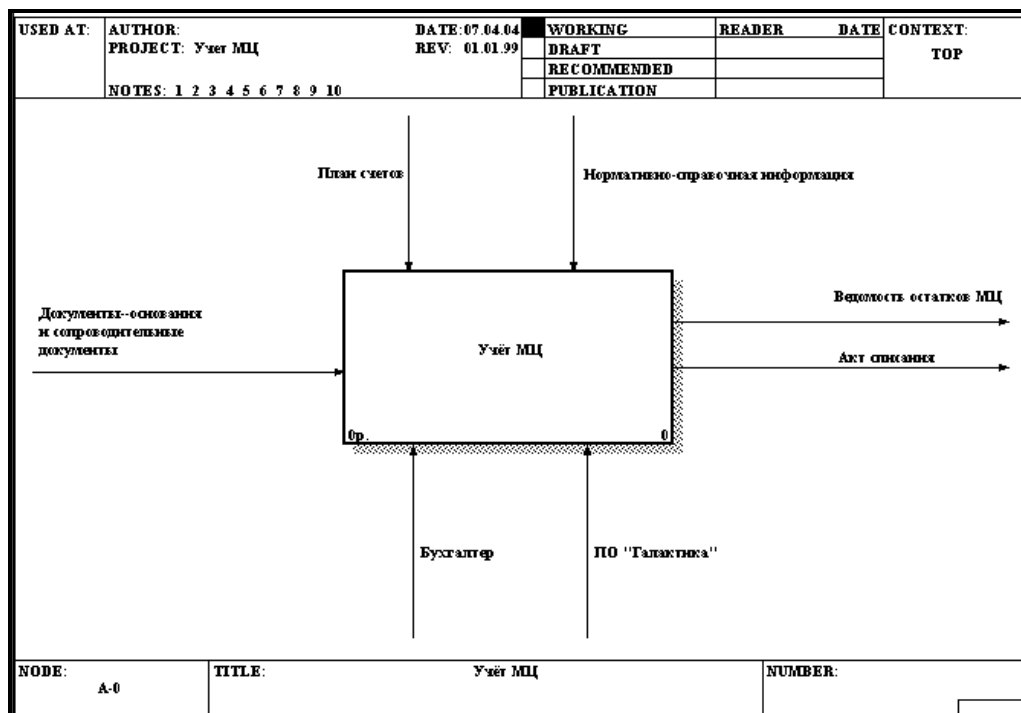

Рисунок 1.2 – Контекстная диаграмма модели
3. При создании новой модели создайте контекстную диаграмму, изображающую систему в целом (см. рисунок 1.2).